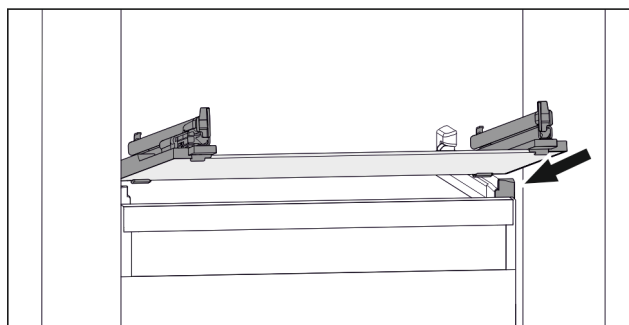

Fig. 109 Przykładowa prezentacja płyty szklanej
- ▶ Założyć płytę szklaną pod skosem za stoperami. (patrz Fig. 109)